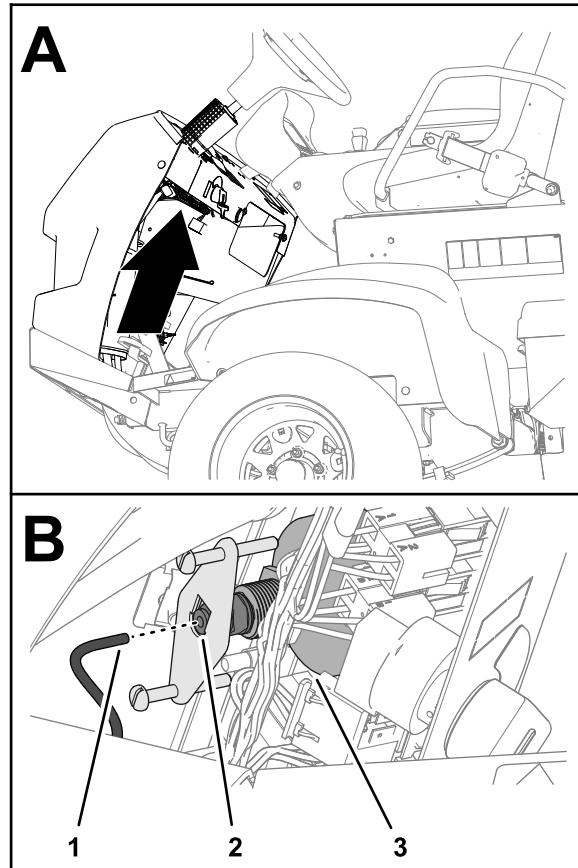

図 137
- 水圧計の後ろについているチューブを外して、チューブの端を容器に入れる図 137。